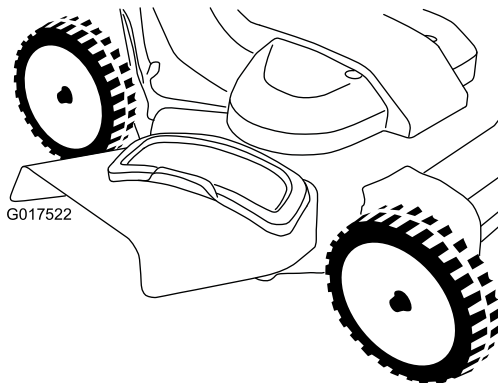

Рисунок 28
2. Установите боковой желоб для выброса, как показано на Рисунок 28 и Рисунок 28, и закройте отражатель на желобе.